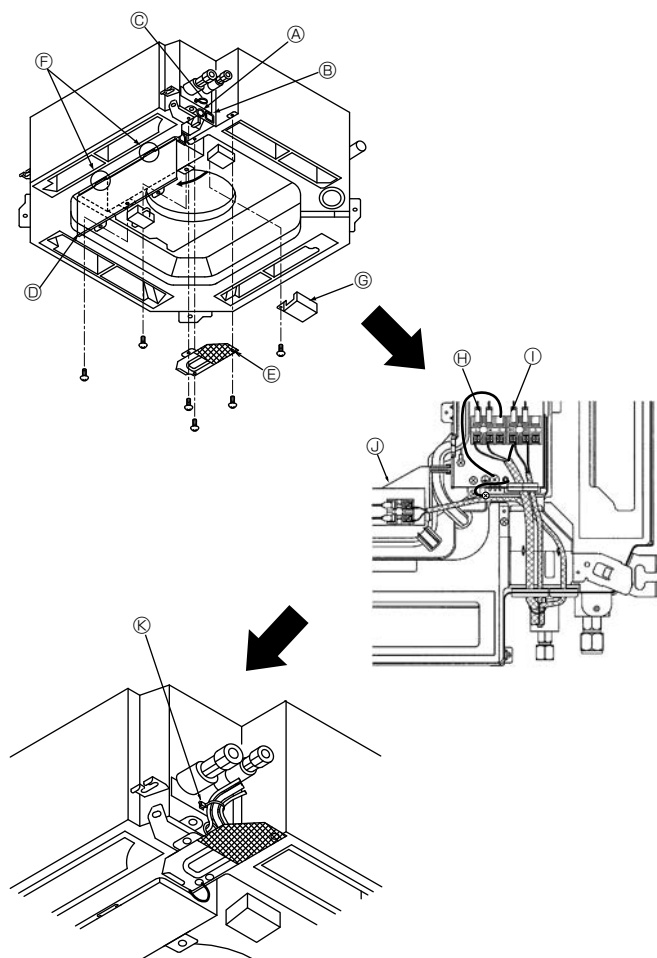

Fig. 4-1
4.1. Appareil intérieur (Fig. 4-1)